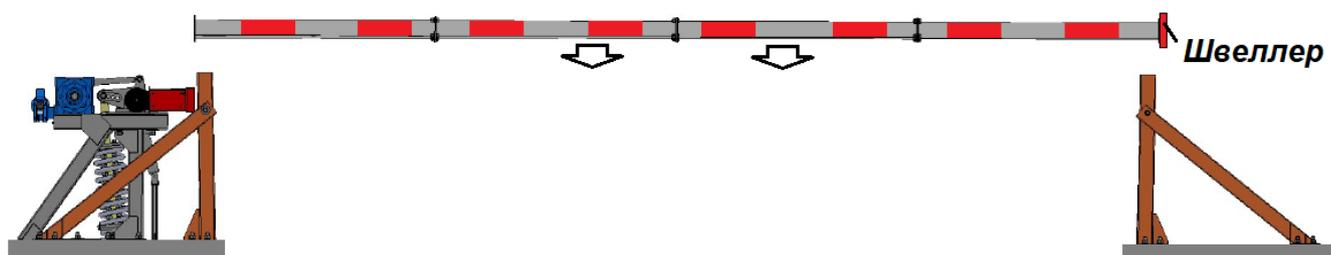

Рисунок 8
- С помощью крана собранную стрелу установить на опорные стойки, стропы для перемещения на стреле закреплять на одной или двух центральных секциях. Рис.8.